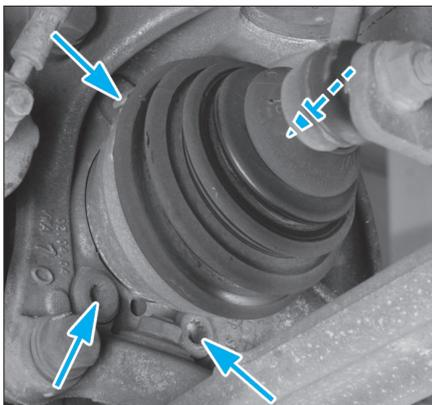

Fig. 12
- les vis de fixation du moyeu derrière le pivot (Fig.12),